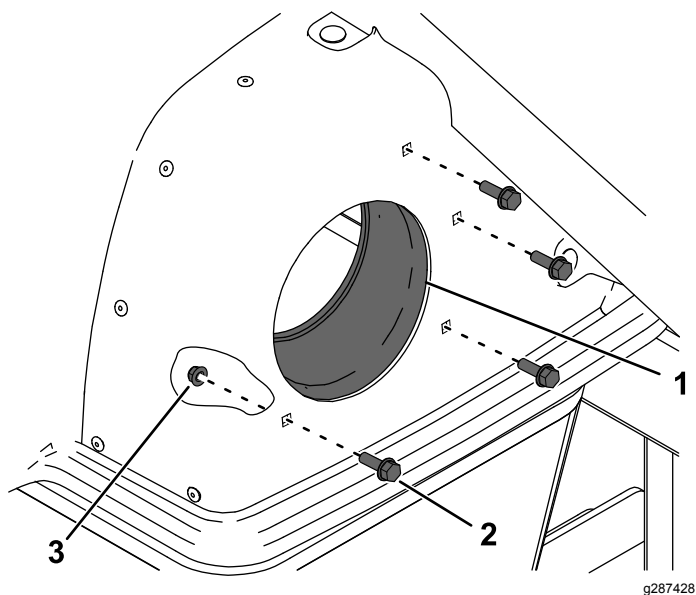

図 4
4. フードについている既存のボルト4本、ナット4個、フードアダプタを外す 図 4。
6. 新しい取り付け穴に新しいフードアダプタを取り付けるボルト 4 本、ナット 4 個を使用する 図 4 を参照。ボルトを 10.2-12.4 N·m 1.0-1.2 kg·m = 90-110 in-lb にトルク締めする。